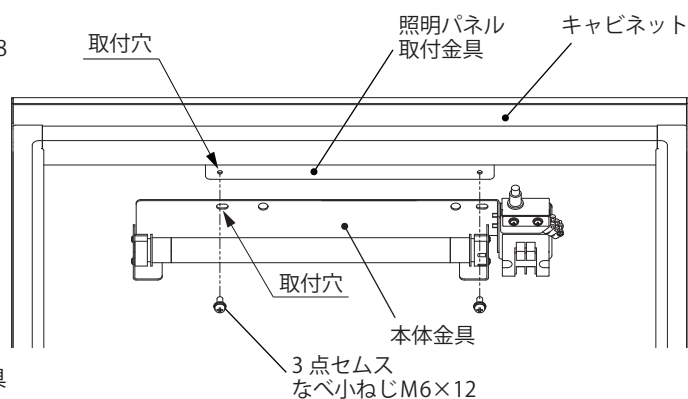

図 10
3. キャビネットの照明パネル取付金具に、本体金具の取付穴を利用して、付属の 3 点セムスなべ小ねじ M6×12 (2 カ所) にて取付けてください。(図 10)